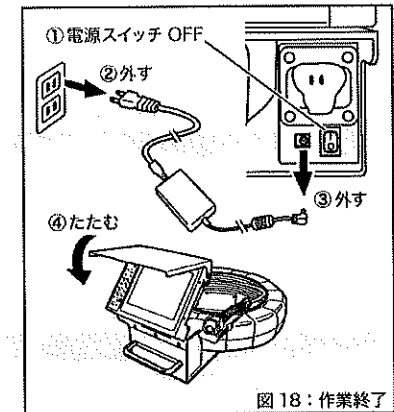

図 18：作業終了
8. 作業終了 (図18)
- ①電源スイッチを必ず「O」(OFF) にします。
- ②ACアダプタをコンセントから外し、③本体からも取り外してください。
- ④液晶モニタとフードを畳んでください。